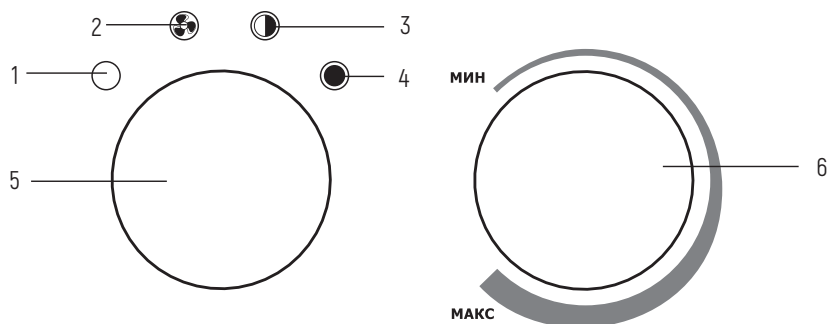

Рис. 2. Панель управления
Для включения прибора в режиме вентиляции (без нагрева) переведите ручку переключателя (5) в положение «», (см. рис. 2), при этом начинает работать вентилятор.